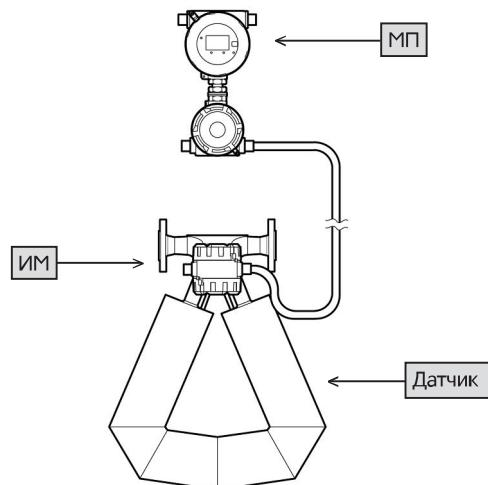

Рис. 6. Выносное исполнение
При выносном исполнении (V) ИМ закреплен на корпусе датчика. МП размещается отдельно (рис. 6).